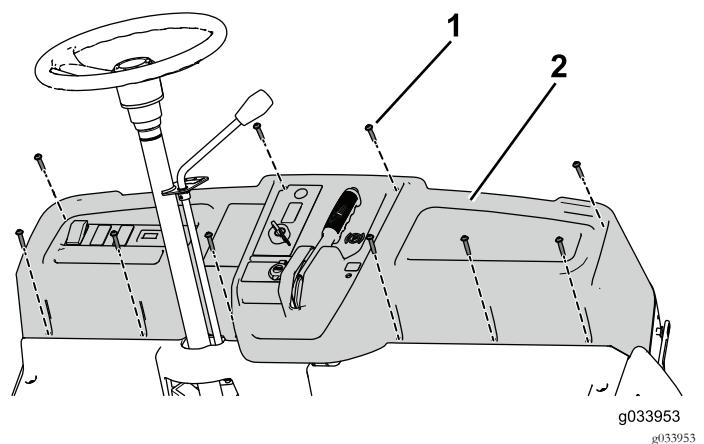

Figure 12
6. Retirez et mettez de côté les 10 vis ($\frac{1}{4}$ " x $1\frac{1}{4}$ ") pour déposer en partie le tableau de bord et détachez les câbles de frein de stationnement, d'accélérateur et d'inverseur de marche (Figure 12).